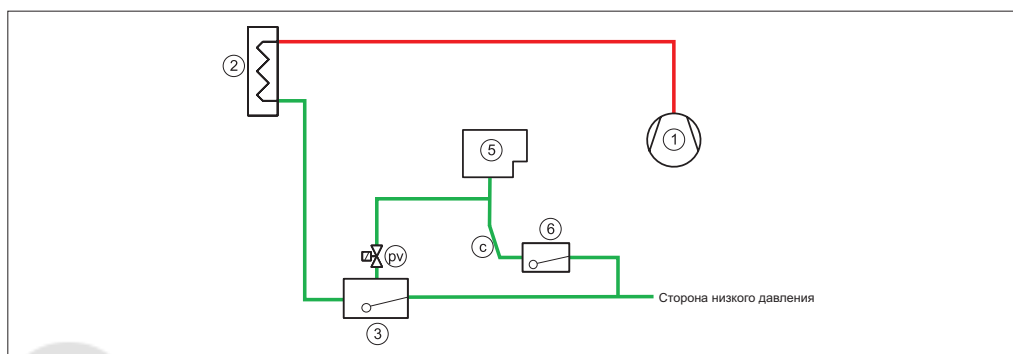

Рис. 8. Схема подключения воздухоотделителя с точкой отбора (pv). Сливной трубопровод (с) должен быть вертикальным / с нисходящим уклоном
В системах с регулированием уровня жидкости в конденсаторе регуляторами высокого давления (рис. 8) НКГ будут собираться в поплавковом клапане (3)